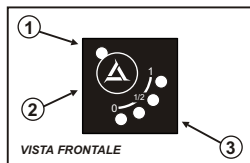

Fig.1
I commutatori AS-121/P e AS-123/P sono prodotti per veicoli a iniezione con riduttori elettronici a metano o G.P.L. Questi commutatori sono equipaggiati con un pulsante (2-Fig.1) che premuto consente di selezionare i seguenti stati:
Il livello del carburante viene visualizzato tramite quattro led verdi (3-Fig.1). Quando questi led sono tutti spenti quando segnalano riserva.
--> Il led verde lampeggia (1-Fig.1)
- Ruotare il trimmer (Fig.2) fino ad avere il led verde sempre acceso (1-Fig.1)
- Nota: a motore spento il led verde (1-Fig.1) è lampeggiante.
Questa opzione serve a far partire il motore a GAS immediatamente by-passando l'avvio a benzina: con motore fermo, tenere premuto il pulsante (2-Fig.1) fino a quando il led verde (1-Fig.1) non diventa